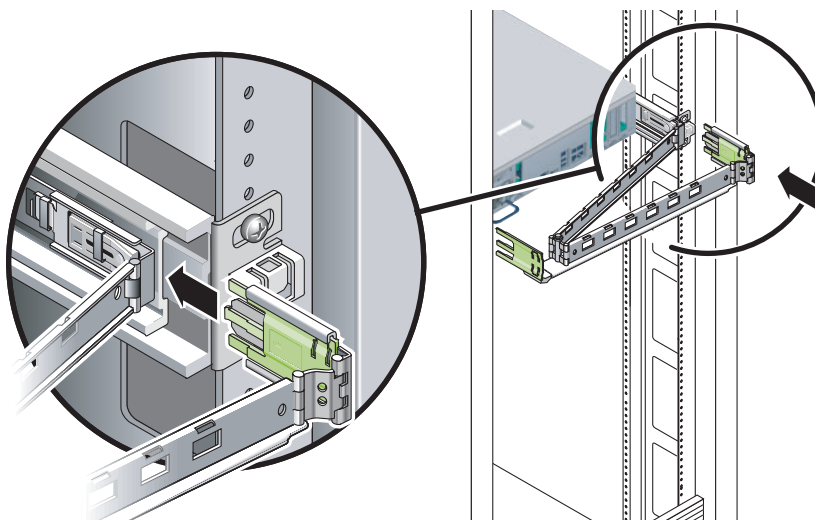

図 3-32 外部 CMA コネクタの取り付け
3. 大きい方の拡張部品を右のレールの端に挿入します (図 3-32)。